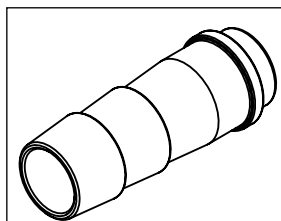

Fig. 2
- Conector de manguera diám. nominal 12 (2 unidades) véase Fig. 2